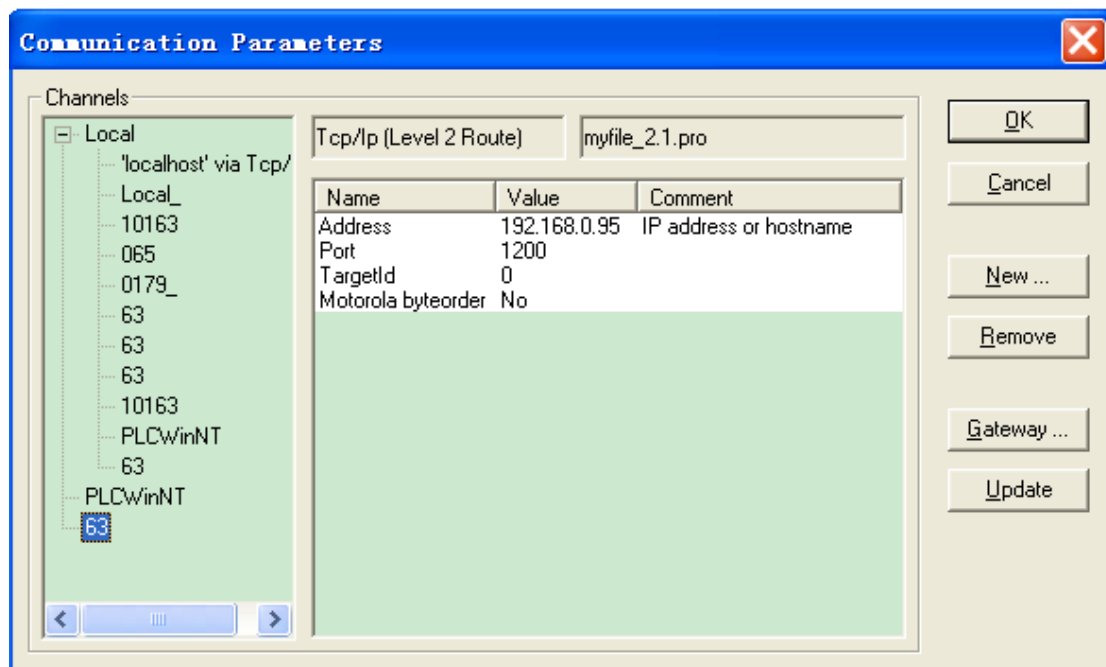

图 3-20
1) 在“联机”中取消“仿真模式”，然后选择“通讯参数”，弹出图3-20所示的窗口。